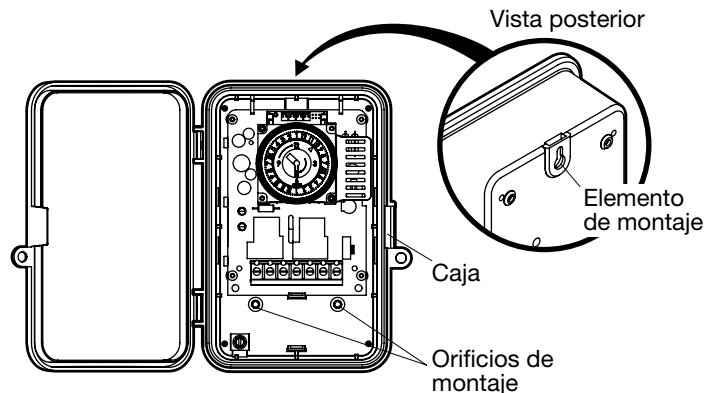

FIG. 5 Caja
- Coloque la caja en la ubicación que desee, dejando espacio para que la puerta de la caja pueda abrirse por completo. Para instalar la caja use los elementos de montaje que se incluyen. Taladre a través de los orificios de montaje inferiores si se necesitan para afirmar la caja. Consulte FIG. 5.